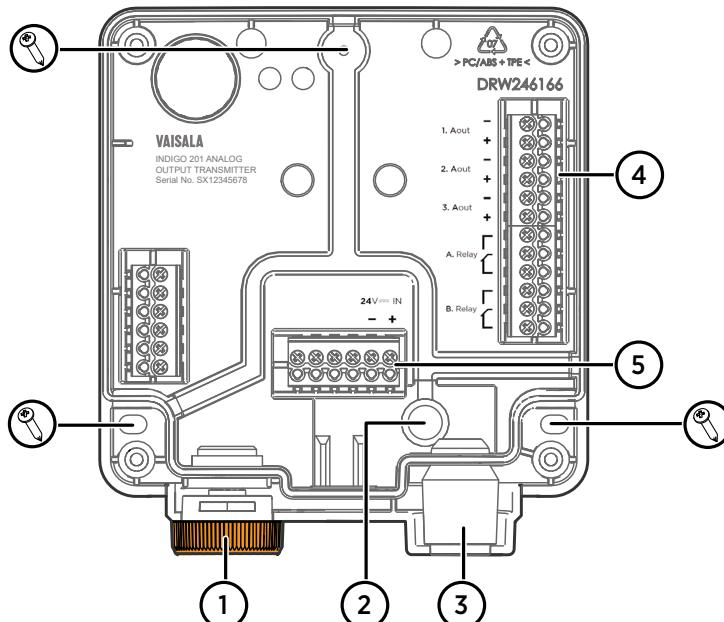

Figura 10 Posiciones de los tornillos de montaje y piezas principales de la base del transmisor Indigo201
- 5. Coloque la base del transmisor en la superficie de instalación y móntela con 3 tornillos. Consulte las posiciones del tornillo en Figura 10 \(página 25\).